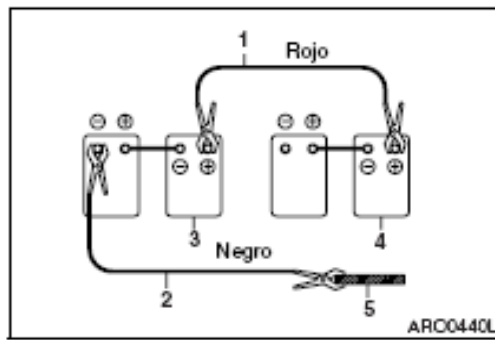

Figura 13
2. Conecte un extremo del cable rojo (1, Figura 13) al borne positivo (+) de las baterías de la máquina y el otro extremo al borne positivo (+) de las baterías de refuerzo.
3. Conecte un extremo del cable negro (2, Figura 13) al borne negativo (-) de las baterías de refuerzo y luego realice la conexión a tierra del cuadro superior de la máquina a arrancar con el otro extremo del cable negro (-) (2, Figura 13). Al conectar el cable al chasis, asegúrese que quede lejos de las baterías de la máquina como sea posible. **NO LO CONECTE DIRECTAMENTE AL BORNE DE LA BATERÍA NEGATIVA.**
1. Desconecte primero el cable negro negativo (-) (2, Figura 13) del chasis de la máquina.
2. Desconecte el otro extremo del cable negro negativo (-) (1, Figura 13) de las baterías de refuerzo.
3. Desconecte el cable rojo positivo (+) (1, Figura 13) de las baterías de refuerzo.
4. Desconecte el cable rojo positivo (+) (1, Figura 13) de las baterías de la máquina.